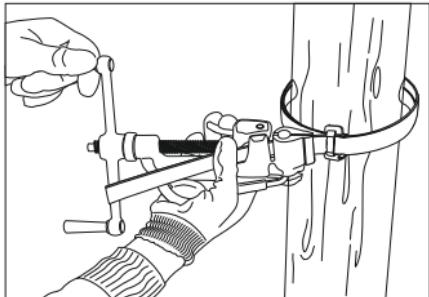
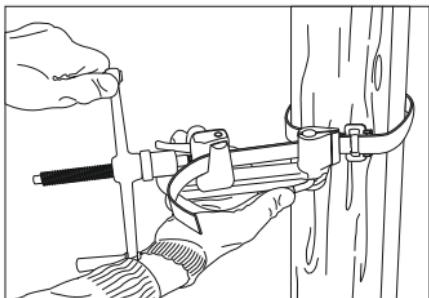

Рисунок 7
Рисунок 8
4.5 После блокировки ленты в головке при помощи рукояти фиксатора (рисунок 7) натяните ленту, вращая рукоятку воротка до момента натяжения ленты вокруг опоры или столба (рисунок 8).